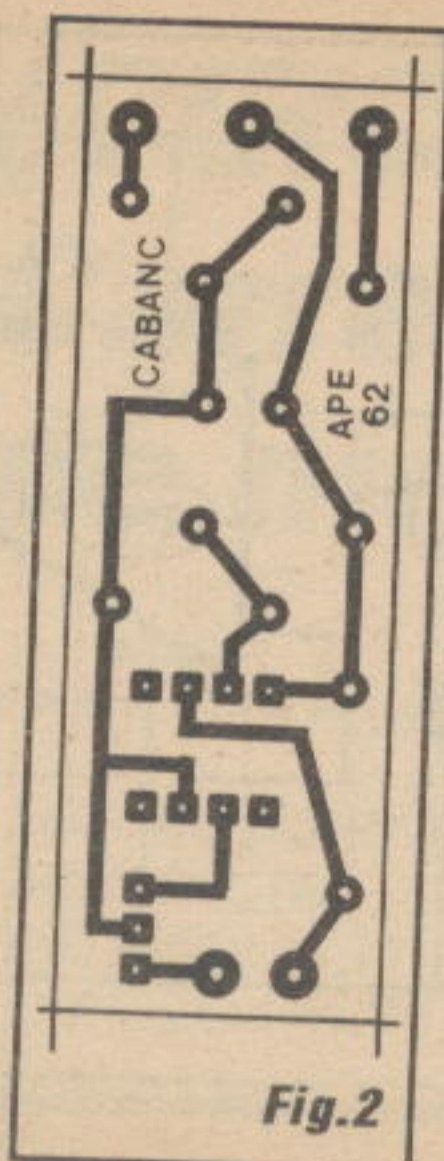

Fig. 2
- FIG. 2 - LAY OUT DO CIRCUITO IMPRESSO ESPECÍFICO - Pequeno e simples, o circuito impresso específico para a montagem do CABANC é de realização muito fácil, mesmo considerando que o caro leitor/hobbysta possa ser ainda um iniciante... O padrão cobreado (visto em negro, na figura...) encontra-se em tamanho natural (escala 1:1), podendo então ser diretamente carbonado, sem problemas... Devido à presença do integrado, com suas *perninhas* muito próximas umas das outras (consequentemente, com as ilhas respectivas muito *amontoadinhas* e pequenas...), recomenda-se o uso de decalques apropriados, ácido-resistentes, na traçagem (embora nada impeça que um hobbysta mais cuidadoso realize a dita traçagem com tinta/caneta apropriada...). Todas as *velhas recomendações* quanto à elaboração de circuitos impressos devem ser levadas em conta pelo realizador, inclusive no que diz respeito à rigorosa conferência final, importantíssima para a prevenção e eliminação de erros, lapsos, falhas ou *curtos*, ainda *antes* de se começar a inserção e soldagem dos componentes... Ao principiante, recomendamos uma leitura atenta às **INSTRUÇÕES GERAIS PARA AS MONTAGENS**, seção permanentemente encartada em APE, onde *importantes* subsídios práticos, dicas e informações complementares a respeito são encontradas...